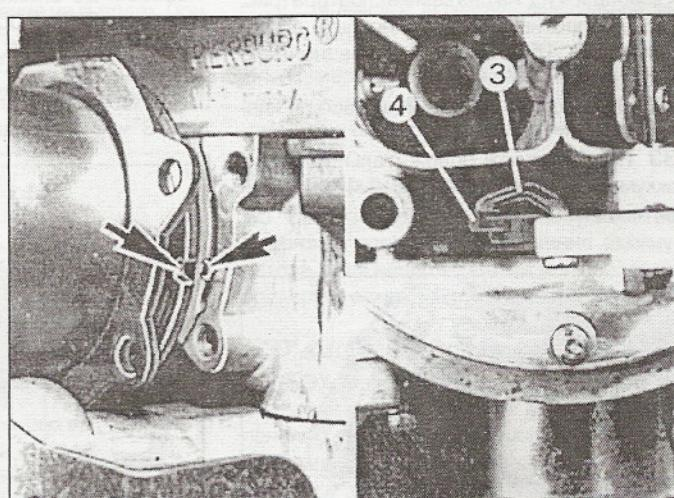

Рис. 5.30 Положение актиоатора воздушной заслонки при установке
- 30 Вставьте новый актиоатор в корпус и присоедините его к тяге. При этом совместите просечку на актиоаторе с выступом на корпусе карбюратора, убедитесь, что рычаг актиоатора установлен правильно (рис. 5.30). Установите фиксирующий кронштейн и закрепите четырьмя винтами.